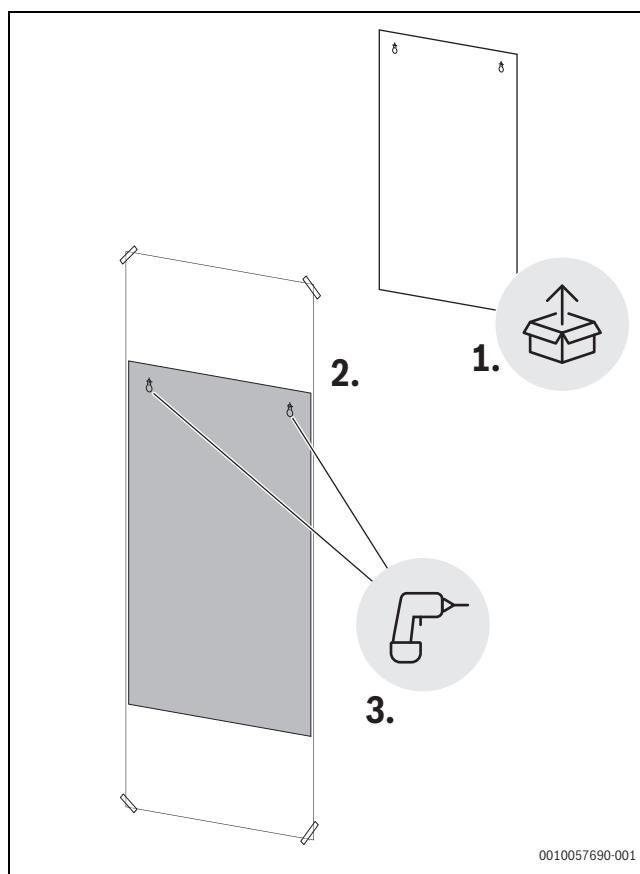

Fig. 9 Gabarit de perçage
3. Percer les trous correspondants ( $\varnothing$  8 mm) à travers le gabarit aux points de fixation, comme indiqué sur le gabarit (fig. 9).